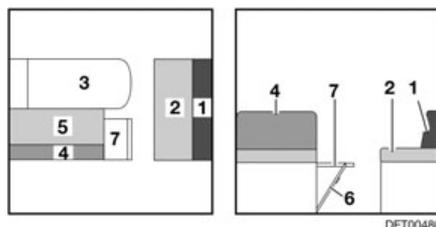

Fig. 129 Durante la transformación
- Plegar la prolongación del banco de asiento (Fig. 129,7) hacia arriba y colocar una cuña con la trampilla.
- Tirar del cojín del asiento (Fig. 129,2) del banco longitudinal hacia el centro.
- Colocar el cojín del respaldo (Fig. 129,1) del banco longitudinal entre el cojín del asiento y la pared.
- Tirar el cojín del asiento (Fig. 129,5) hacia adelante sobre la mesa.
- Quitar el cojín del respaldo (Fig. 129,4) y ponerlo a un lado.